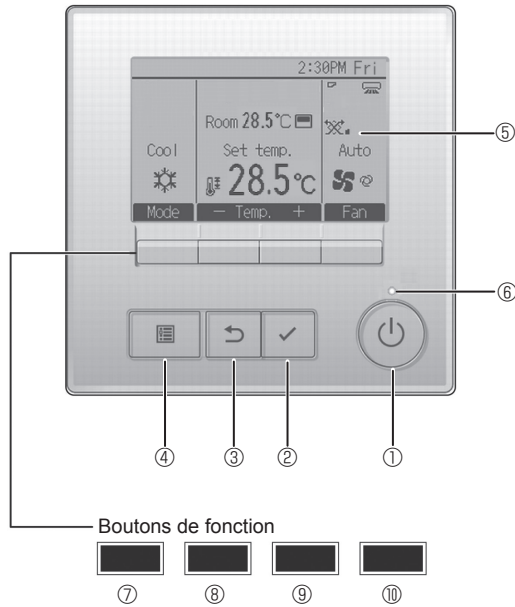

Fig. 7-1
7.2.1. Utilisation de la télécommande filaire (Fig. 7-1)
① Bouton [MARCHE/ARRÊT]